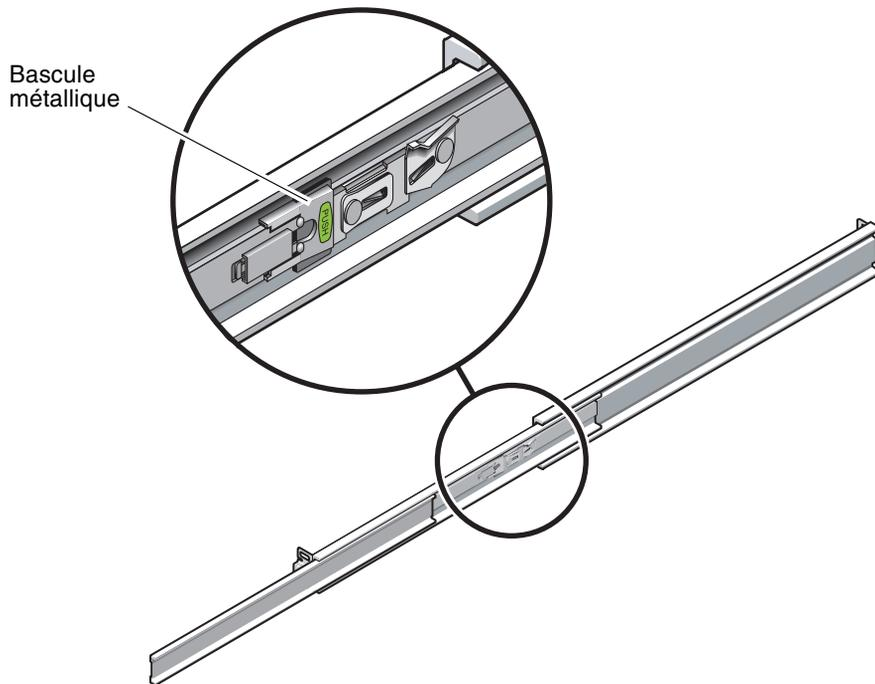

FIGURE 2-13 Déverrouillage de la section centrale d'un rail coulissant
- d. Appuyez sur la bascule métallique (étiquetée Push) sur la section centrale (FIGURE 2-13) du rail coulissant puis repoussez la section centrale dans le rack.